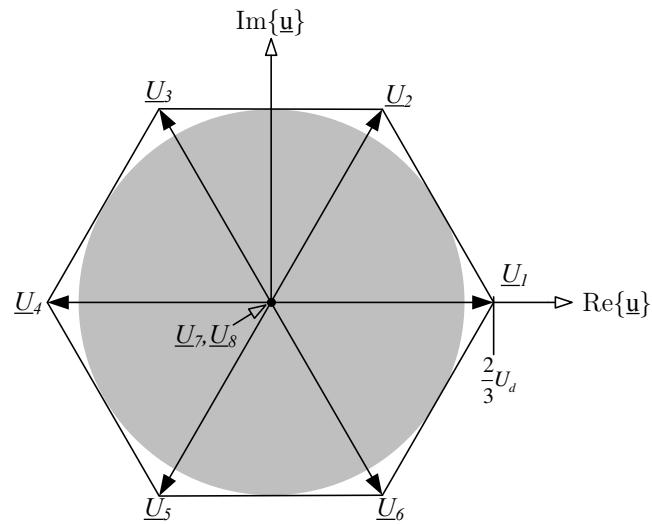

Abbildung 40: mögliche Raumzeiger)
- a) Die möglichen Raumzeiger sind in der Abbildung 40 eingezeichnet.